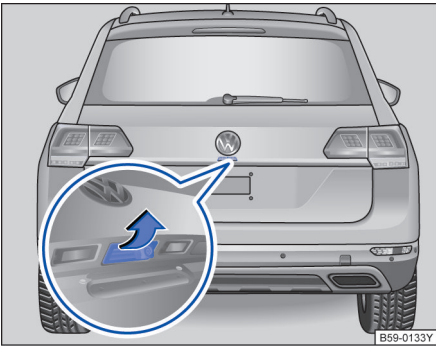

图 67 从车外打开行李厢盖。
钥匙在行李厢盖的有效范围内，可以直接通过行李厢盖上的按钮打开后盖→图 67
- 向上拉起图示按钮→图 67，打开行李厢。